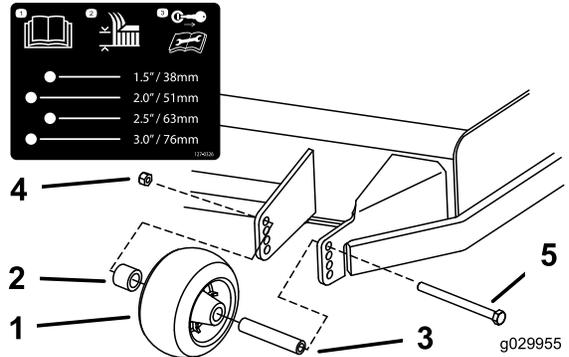

Figura 30
3. Ajuste los rodillos protectores del césped según se muestra en Figura 30, Figura 31 y Figura 32.